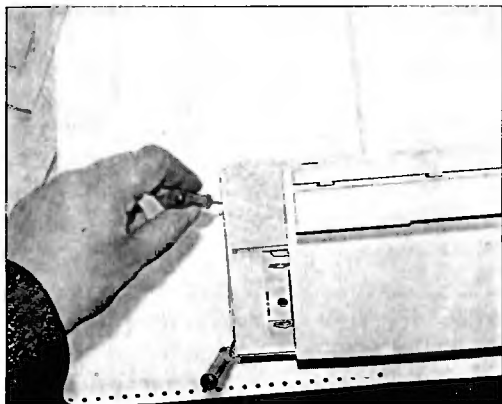

Рис. 1.3
4. Переводят рычаг прижима головки 2 в нижнее положение. Последовательно снимают переднюю и заднюю крышки принтера, предварительно разжав с помощью тонких плоских отверток фиксирующие защелки, как показано на рис. 1.3—1.5.